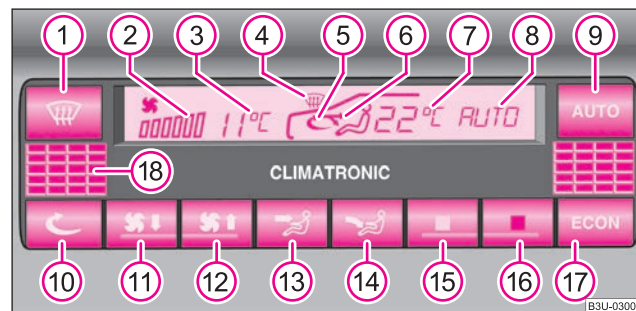

Fig. 110 Climatronic: Elementele de comandă
Mențineți apăsată tasta **ECON** ⇒ pagina 114, fig. 110 și acționați tasta **AUTO**. Pe display se afișează unitatea de măsură a temperaturii.
- Apăsați tasta  sau  ⇒ pagina 114, fig. 110 până când se reglează temperatura dorită.
Numărul liniuțelor de pe display  ⇒ pagina 114, fig. 110 indică treapta ventilatorului reglată momentan.